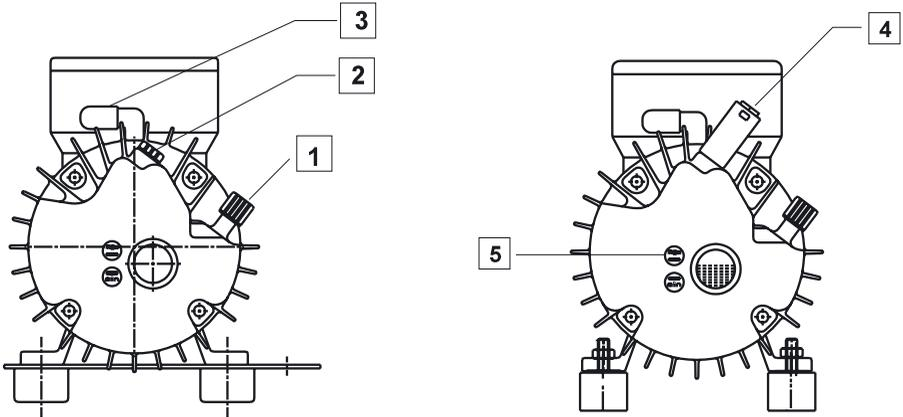
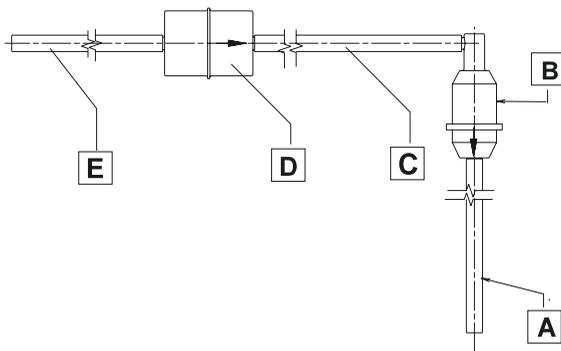

Fig. 6.1 Raccordements de la pompe à vide
Fig. 6.2 Raccordement du tuyau du vide
- Dévisser le bouchon (2, fig. 6.1) et insérer dans ce filetage le silencieux (4) fourni dans la livraison.
- Retirer le capuchon de la tubulure d'aspiration (3).
- Emboîter le tuyau du vide (A, fig. 6.2) sur la tubulure d'aspiration (3, fig. 6.1) de la pompe à vide.
- Raccorder le tuyau (E, fig. 6.2) au four à cuire.
- Mettre la pompe hors service et retirer le tuyau du vide de la tubulure (3, fig. 6.1).
- Dévisser le capuchon (1, fig. 6.1) de la tubulure de remplissage d'huile. Retirer le joint d'étanchéité.
- Emboîter le tuyau sur la tubulure de remplissage d'huile (1) et le maintenir dans le récipient de vidange.
- Mettre en marche la pompe à vide ; obturer brièvement la tubulure d'échappement d'air (4) le cas échéant. Grâce à la pression, l'huile usée sort par la tubulure de remplissage d'huile (1).
Contrôler le filtre d'aspiration transparent (voir fig. 6.2) et le clapet antiretour B. Si ce filtre est encrassé, remplacer l'unité de filtre complète no. 03260049.